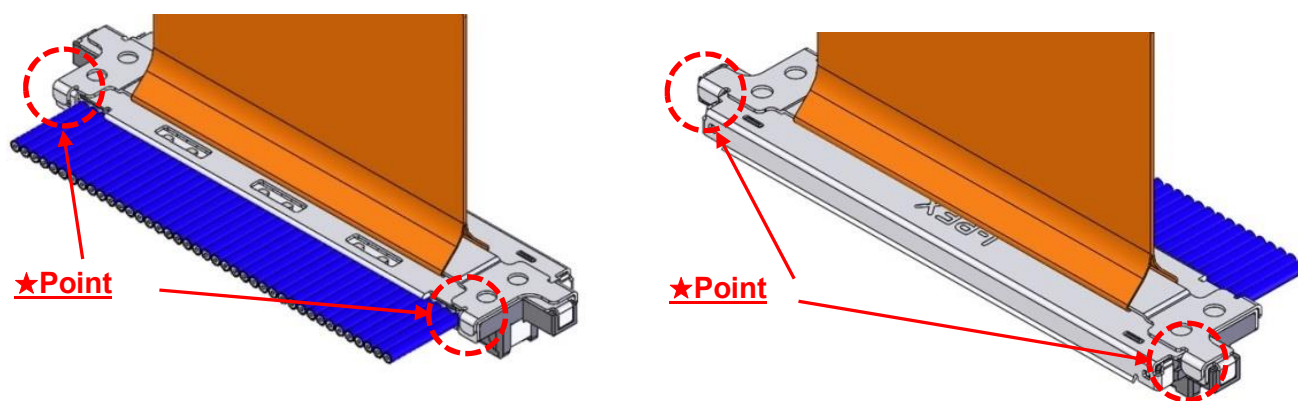

图. 12 Pull Tape Holder 组装确认位置
②确认 pull tape holder 是否已经正常组装。(图. 12★部)